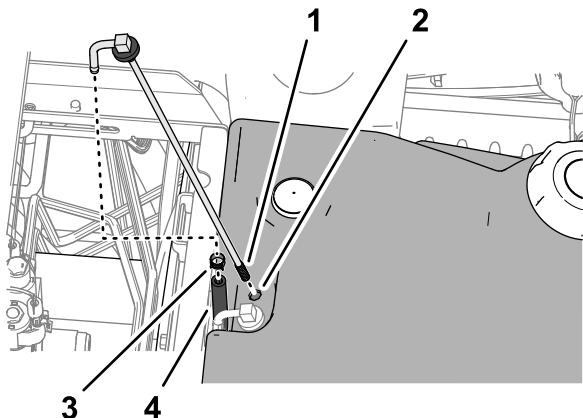

Bild 121
3. Entfernen Sie die Schelle, mit welcher der Schlauch am Kraftstoffzulaufschlauch befestigt ist (Bild 121).
5. Reinigen Sie das Sieb am Ende des Kraftstoffzulaufschlauchs (Bild 121).